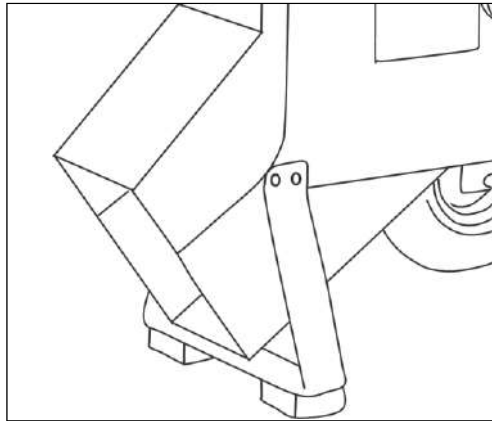

Fig.3
6.2 Mis en place du canal d'éjection de matériel et de la base (Fig.3)